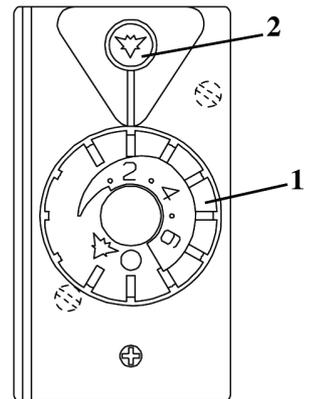
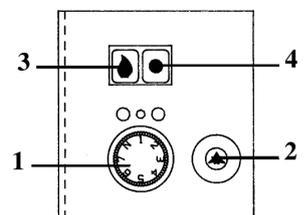

Fig.7
Fig.8
La manette de thermostat (**Rep.1 Fig.7**) assure :
3.3.1 - Bloc Eurosit (Fig.7)
- Tourner la manette (**Rep.1 Fig.7**) sur repère, appuyer sans relâcher.
- Appuyer une ou plusieurs fois sur le bouton de commande du piezo (**Rep.2 Fig.7**) et observer par le regard que la veilleuse s'est allumée. Dès que celle-ci est allumée maintenir la manette appuyée pendant une quinzaine de secondes puis relâcher. La veilleuse doit rester allumée.
3.3.2 - Bloc Junkers (Fig.8)
- Appuyer à fond sur le bouton marqué d'une flamme (**Rep. 3 Fig. 8**) et le maintenir.
- Appuyer une ou plusieurs fois sur le bouton de commande du piezo (**Rep.2 Fig. 8**) et observer par le regard que la veilleuse s'est allumée. Dès que celle-ci est allumée maintenir la manette appuyée pendant une quinzaine de secondes puis relâcher. La veilleuse doit rester allumée.
IMPORTANT : En cas de mauvaises manoeuvres, extinction de la veilleuse lors du relâchement de la manette. Attendre au moins une minute (déclat perceptible au niveau bloc sécurité) avant de procéder à un nouvel allumage, la manette ayant été replacée au préalable sur le symbole fermeture totale ● (Fig.7) ou position N (Fig. 8)
Placer la manette de thermostat (**Rep.1 Fig. 7 ou 8**) sur le repère mini. Quand la température ambiante correspondante sera atteinte, le débit du brûleur diminuera pour prendre une valeur réduite permettant de maintenir cette température.
La position N sur le bloc Junkers (**Fig.8**) représente un abaissement de nuit jusqu'à une température de l'ordre de 14°C.
Ramener la manette de thermostat (**Rep.1 Fig.7**) sur la position ou appuyer sur le bouton (**Rep.4 Fig.8**) puis en cas d'absence prolongée, fermer le robinet de barrage général ou particulier.